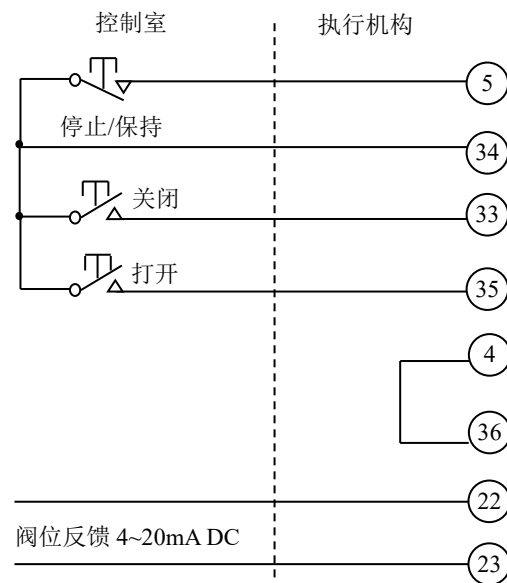

图 15-3 形式 3：保持式打开、关闭、停止控制
15.2.1 图 15-1~图 15-3 为内部 24V 供电